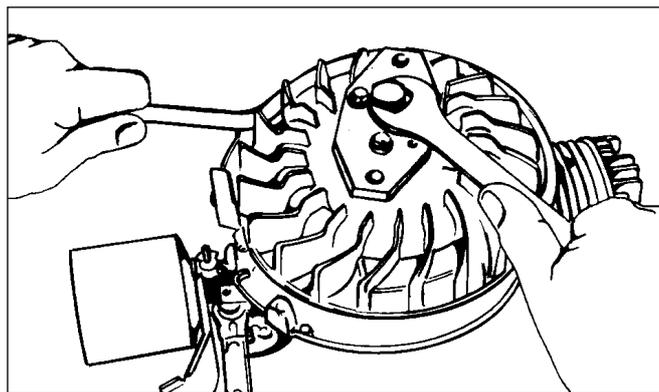

Abb. 5
- Benutzen Sie das Werkzeugteil Nr. 670306 und stecken Sie den zentralen Schraubenbolzen wie in Abb. 5 gezeigt in die Kurbelwellenbohrung (Schwungradmitte).
**ANMERKUNG** - Die Schrauben sollten alle mit der gleichen Anzahl von Umdrehungen eingedreht werden. Der mittlere Bolzen kann nun mit einem 11/16" – Schraubenschlüssel angezogen werden. Auf diese Weise läßt sich das Schwungrad ausbauen (siehe Abb. 5). Gehen Sie wie gewohnt vor, um das Schwungrad wieder einzubauen.